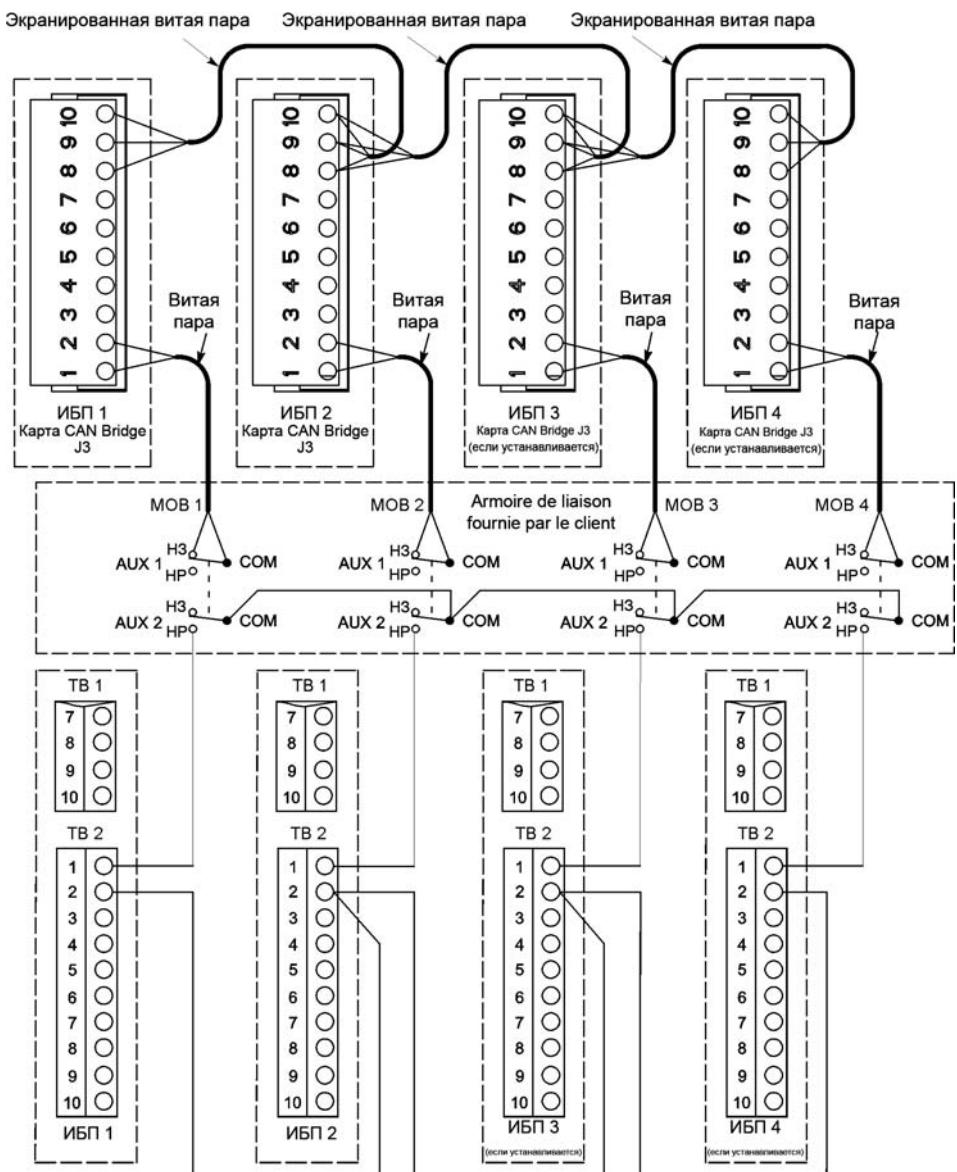

Рис. 5-6. Проводка Pull-Chain систем с распределенным байпасом с МОВ
11. Проведите и установите проводку системы с распределенным байпасом между шкафами ИБП и выключателями МОВ, расположенными в соединительном шкафу. Для получения информации о подключении проводки см. Рис. 5-6 на стр. 75 и Табл. 5-4 на стр. 76.